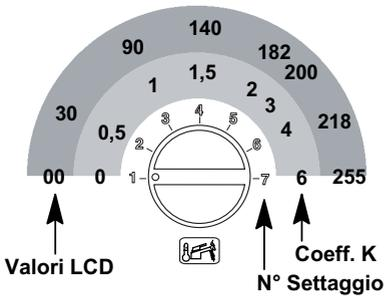

Рис. 5.40
- Установите значение, поворачивая ручку, см. Рис. 5.40, с минимального значения 30 (параметр **P15** чередуется с 30)